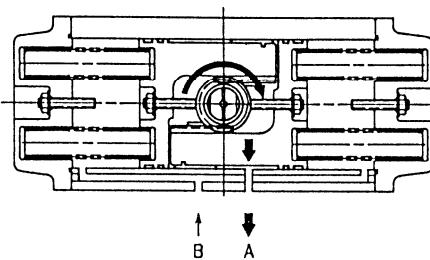
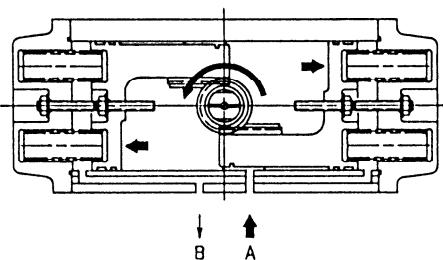

图 6-3. 阀闭方向
图 6-4. 阀开方向
(1) 反作用 (RA)
如图 6-4 所示, 从气源接口 A 向气缸通入压缩空气, 该气压作用于活塞, 使活塞压缩弹簧 (117) 向箭头所指方向移动, 活塞导向部位上的齿条带动与输出轴一体的小齿轮, 使输出轴向逆时针方向旋转 (箭头方向)。该旋转通过连接件传送到本体部的阀杆, 使阀板向开启的方向动作。这时, 由于弹簧室容积变化而产生的多余空气由排气口 B 排出。
在图 6-3 中, 从排气口 A 排出在图 6-4 中通入的压缩空气, 弹簧的回复力使活塞向相反方向移动, 则输出轴和阀杆向顺时针方向旋转 (阀闭方向)。